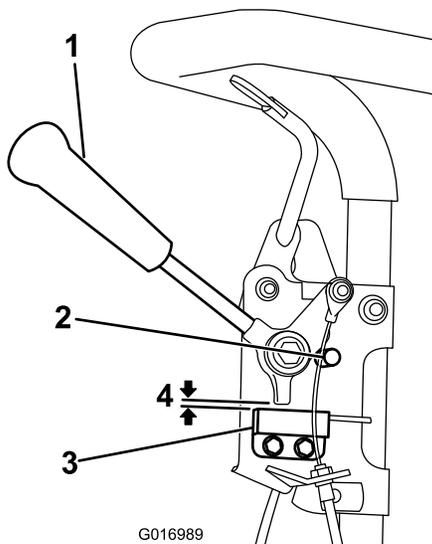

Figure 30
1. Coupez le moteur, désengagez le levier de commande de déplacement et appuyez-le contre la butée de point mort (Figure 30).
2. Desserrez les fixations du contacteur de sécurité (Figure 30).
3. Placez une cale de 0,08 cm entre le levier de commande de déplacement et le contacteur de sécurité (Figure 30).